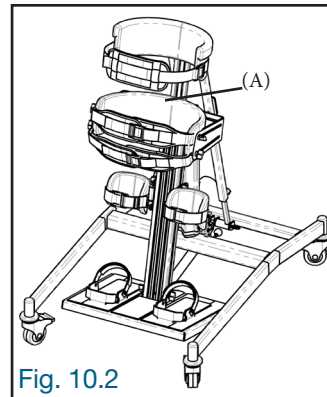

Fig. 10.2
10.2 Une fois toutes les butées (thoracique, hanches, genoux) dégagées, transférer délicatement l'utilisateur dans le produit. Pour faciliter le transfert, l'utilisateur peut s'agripper au dos de la butée des hanches (A) (Fig. 10.2).